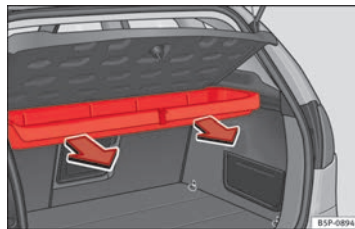

Fig. 118 Desmontaje de la caja portaobjetos.
- Tire hacia afuera hasta desenclavar la caja de los ejes de giro ⇒ fig. 118.